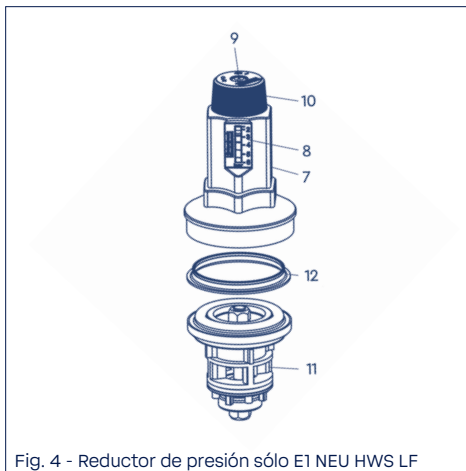

Fig. 4 - Reductor de presión sólo E1 NEU HWS LF
- Reductor de presión (sólo E1 NEU HWS LF, Fig. 4 que consta de:**